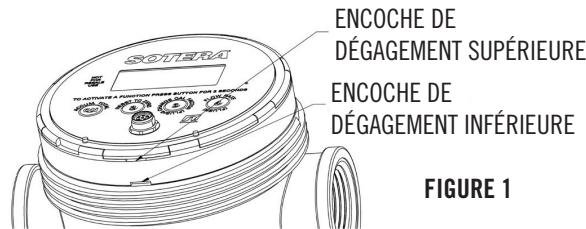

FIGURE 1
2. Insérer un tournevis à tête plate large dans la fente supérieure et dégager délicatement le module électronique (voir Figure 1).